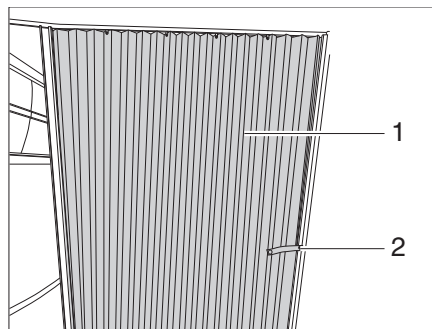

Bild 78 Faltvorhang
- Das Sicherungsband (Bild 78,2) lösen.
- Faltvorhang (Bild 78,1) in Schließstellung ziehen.
- Faltvorhang (Bild 78,1) in die Öffnungsposition führen.
- Faltvorhang mit dem Sicherungsband (Bild 78,2) befestigen.